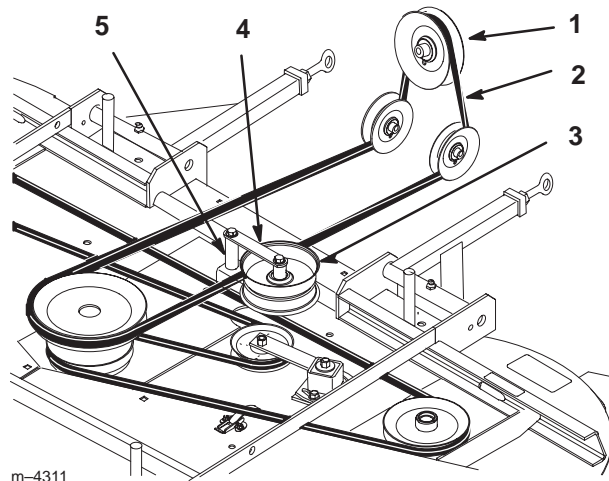

Figure 68
- Déposez la courroie d'entraînement de PdF de l'embrayage, des poulies de tension arrière et de la poulie centrale supérieure du plateau de coupe (Fig. 68).
- Retirez le boulon, l'écrou, la rondelle et l'entretoise de l'ensemble support de poulie de tension. Retirez la courroie de l'ensemble support (Fig. 68).
- Placez la courroie dans l'ensemble support de poulie de tension. Remettez le boulon, l'écrou, la rondelle et l'entretoise dans l'ensemble (Fig. 68).